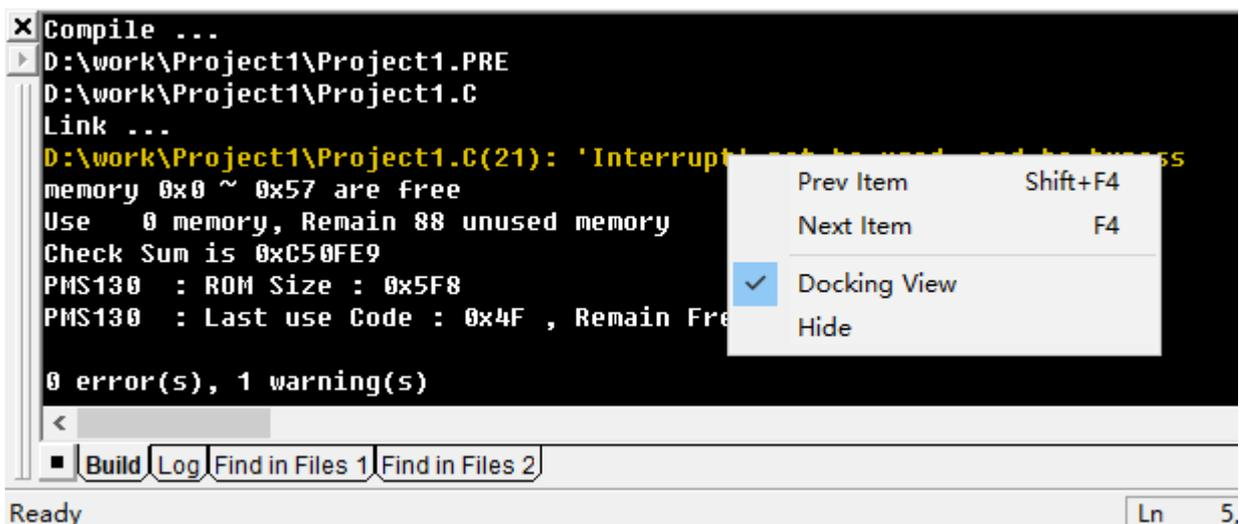

图 4-3. Mini-C 组译信息快速除错方法
- ◆ 按鼠标右键会出现一个功能清单，可以帮助用户快速到达前一个或后一个错误处，如图 4-3 所示。